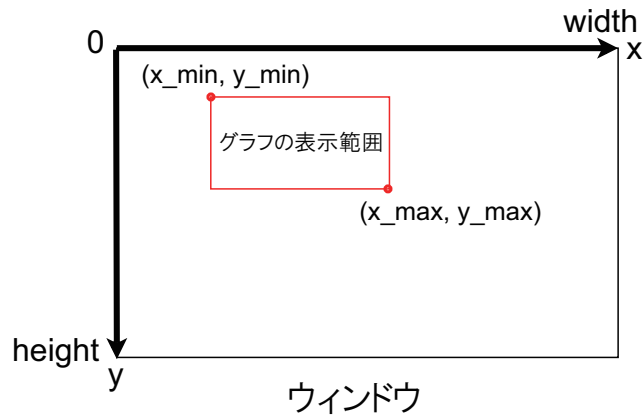

図 3.23: グラフをウィンドウの一部分に表示
- ウィンドウ内での表示範囲（ピクセル座標系）は図 3.23 に示すように、4つのパラメーターを導入して x 軸については [`x_min`, `x_max`], y 軸については [`y_min`, `y_max`] と表す。具体的な数値は (`x_min`, `x_max`)=(100, 600), (`y_min`, `y_max`)=(100, 250) とする。